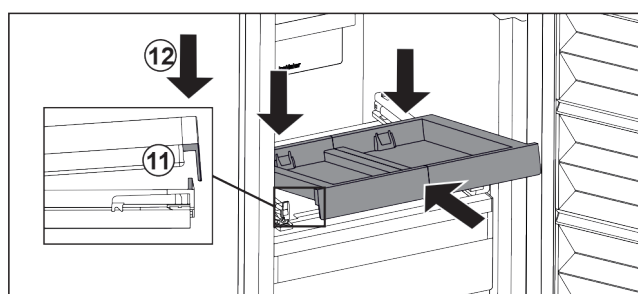

Fig. 93
- ▶ Skjut in i vinkel. Kontrollera att stoppet befinner sig på båda sidorna bakom fliken. Fig. 93 (11)
- ▶ Sätt ned utdragshyllan framtill. Fig. 93 (12)